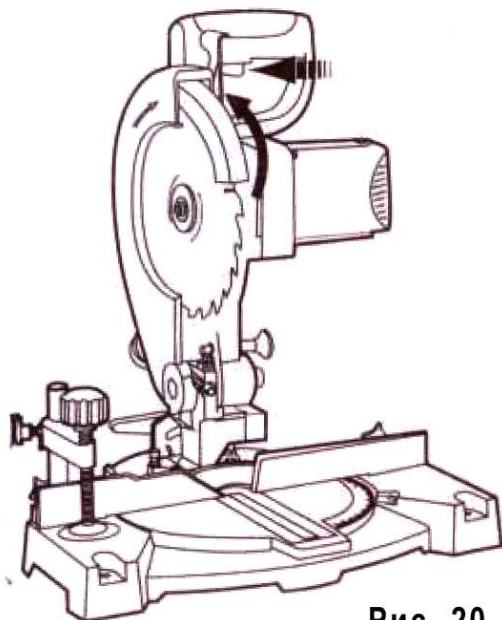

Рис. 20
9. Теперь потяните за рычаг (2) и сдвиньте выдвижной защитный кожух вверх (рис. 20).